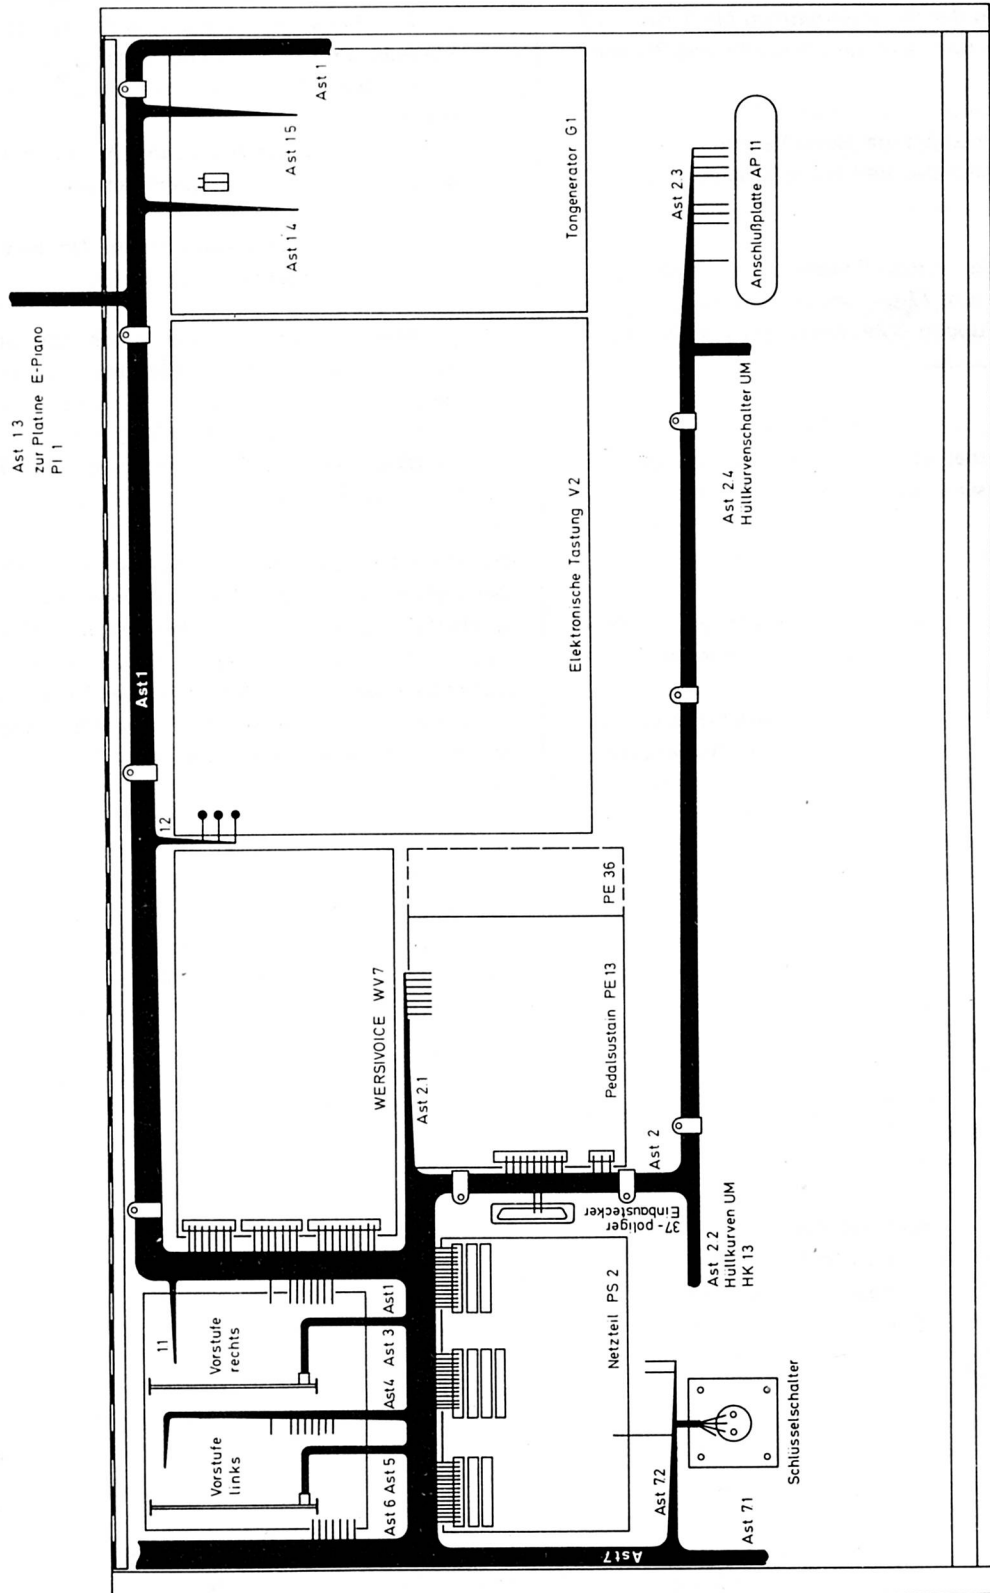
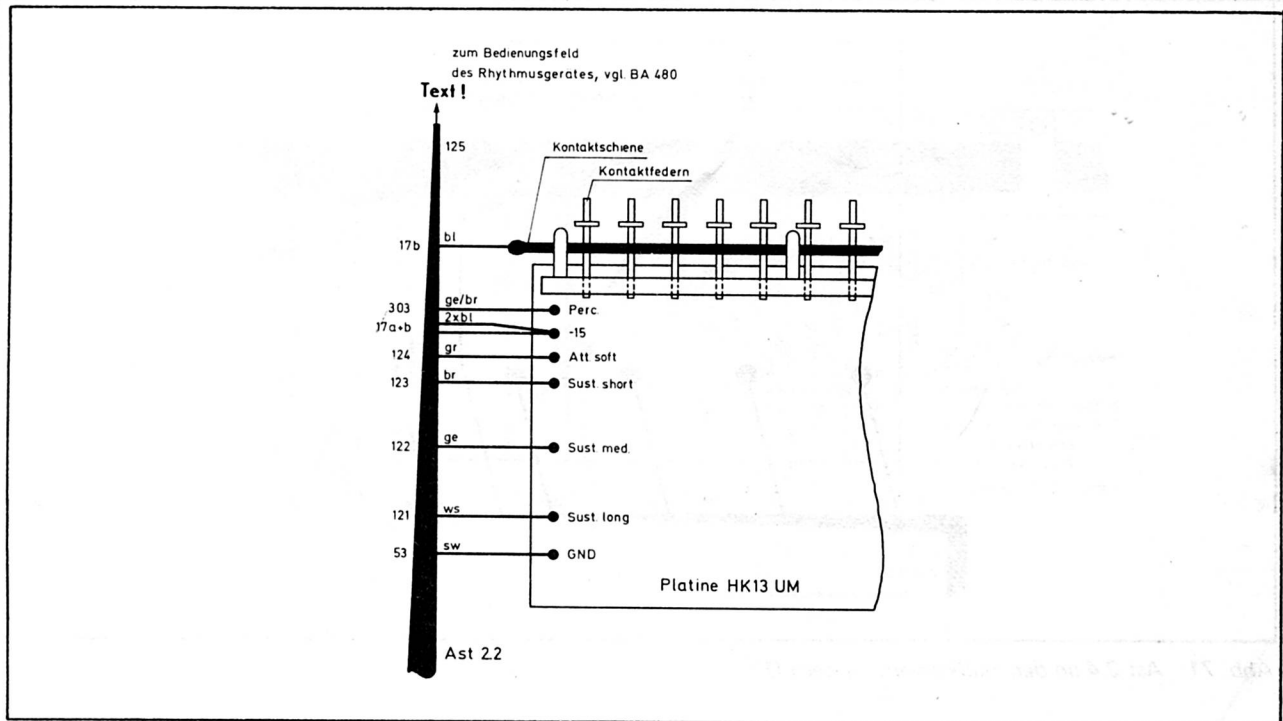

Abb. 68: Lage des Kabelbaums GO 20 auf dem Boden des Gehäuseoberteils
Abb. 69: Ast 2.2 an der Platine HK 13 des Untermanuals
2. Den Kabelbaum nach Abb. 68 in das Gehäuse einlegen und mit Kabelschellen befestigen. Bei der Identifizierung der einzelnen Äste hilft die Abb. 50 des GO 20.
7. Den Ast 2.2 (vgl. Abb. 68) zur Platine HK 13 des (hochgeklappten) Untermanuals führen und dort nach Abb. 69 anlöten – die mit "Text!" bezeichnete schwarz abgeschirmte Leitung führt später zur Bedienungsplatte des Rhythmusgerätes, vgl. BA 480.
- (70)